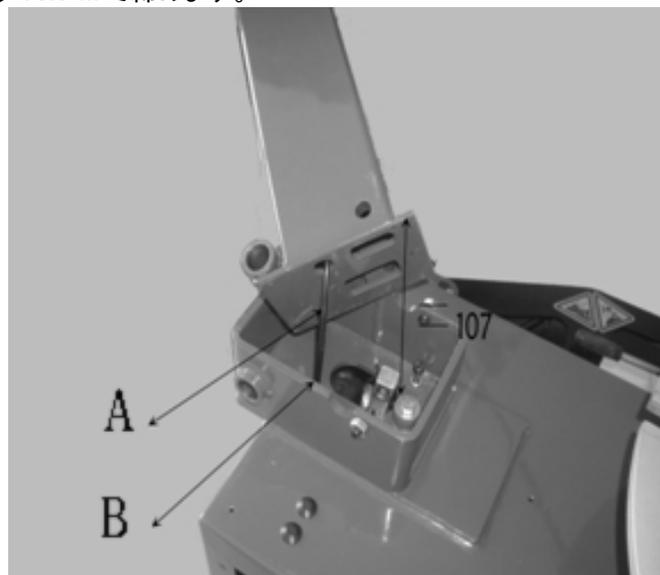

図 4-3
4.2.7 柱を持ち上げて柱底部から出ている PU ホース(図 4-3A)を、本体上部(図 4-3 B)の開口部から挿入します。柱の位置を回転シャフトベースの穴